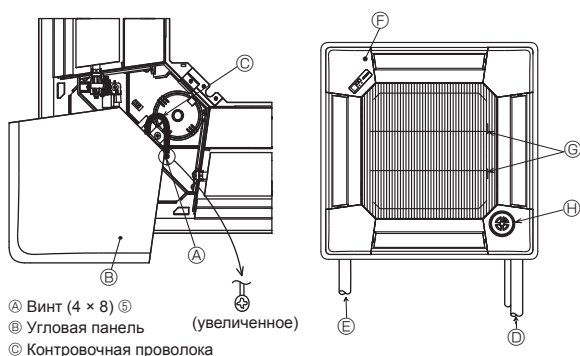

Fig. 6-9
6.5. Установка воздухозаборной решетки (Fig. 6-9)